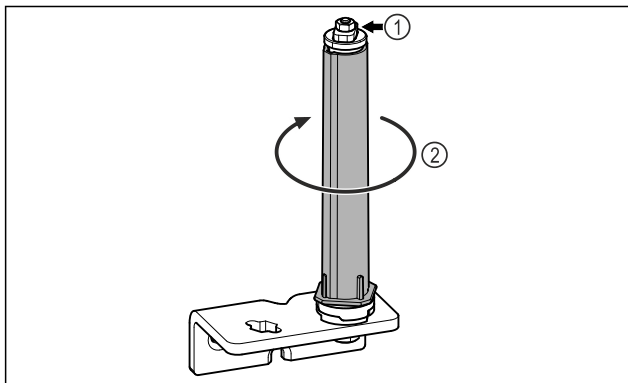

Fig. 28
- ▶ Nerozebírejte uzavírací systém dveří Fig. 28 (1).
- ▶ Otáčejte uzavíracím systémem Fig. 28 (2), dokud nezacvakne.